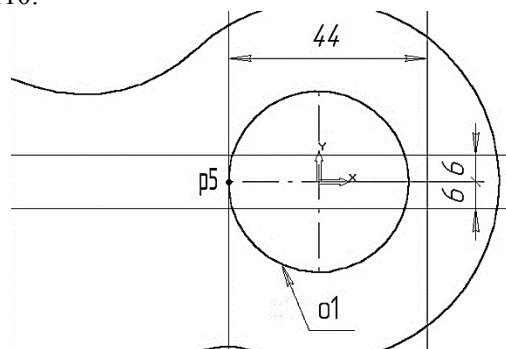

Рис. 10
22. Выполним построение шпоночного паза в правой части детали. Увеличьте участок детали, как это показано на рис. 10.
23. С помощью команды **Вертикальная прямая** на Панели расширенных команд ввода вспомогательных прямых постройте вертикальную прямую через точку p5 на левом квадранте окружности o1, рис. 10.